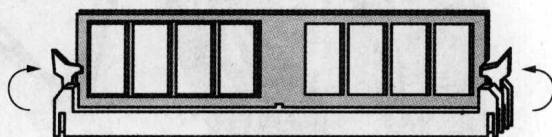

图 1-10 DDR 内存的安装顺序
(1) 安装内存前应先将内存插槽两端的白色卡子向两边扳动打开，然后再插入内存条。内存条的 1 个凹槽必须直线对准内存插槽上的 1 个凸点(隔断)。
(2) 稍微向下用力按入内存，如图 1-10 所示。